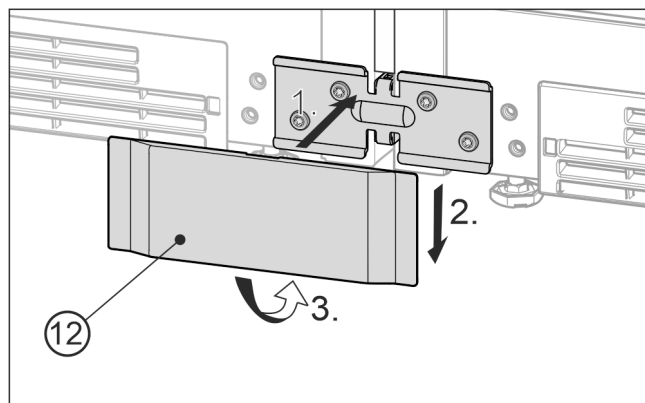

Fig. 24 Simbolična slika
- Spodnji pokrov *Fig. 24 (12)* s sprednje strani namestite na kotnik *Fig. 24 (1)*, ga potisnite navzdol *Fig. 24 (2)* in se prepričajte, da se je na spodnji strani zaskočil *Fig. 24 (3)*.